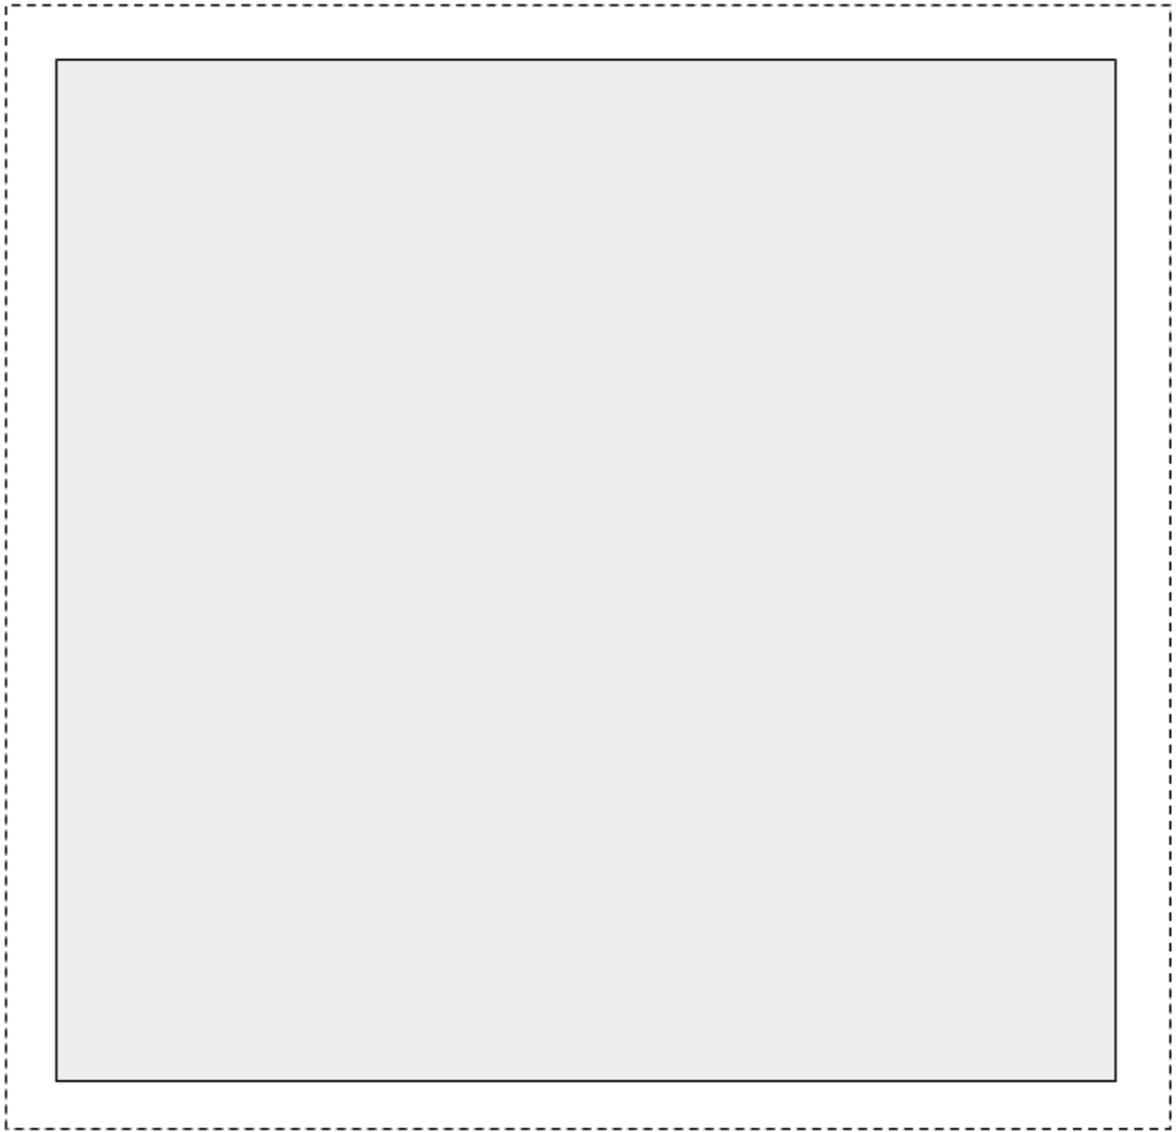

Bild 27: Kopiervorlage 2 „Kondensator“
- Bemale die Vorlage (Bild 27) auf beiden Seiten mit zwei deckungsgleichen Quadraten (Hellgraue Fläche mit durchgezogene Linie begrenzt) mit dem 8B-Bleistift und schneide dieses beidseitig bemalte Quadrat anschließend entlang der gestrichelten Linie aus.